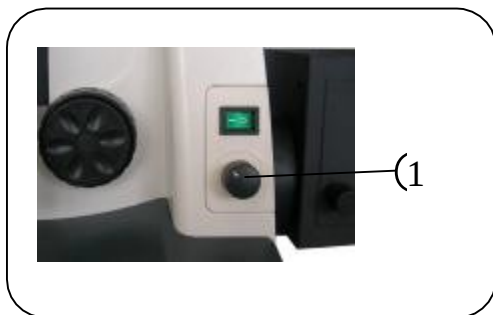
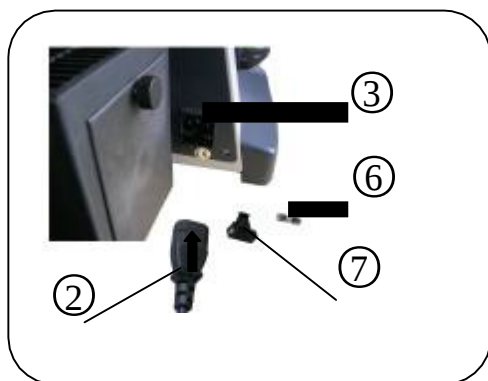
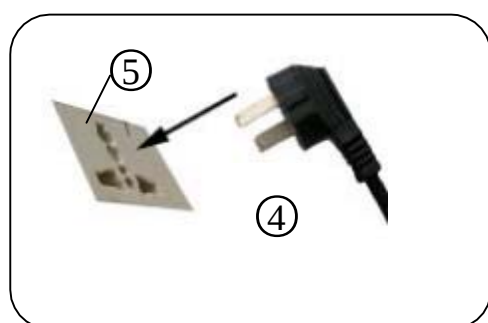

Fig. 21.
Fig. 22.
Fig. 23.
14. Conexión del cable de corriente (Fig. 21. Fig. 22. & Fig. 23)
- 1) Pulse el interruptor ① a la posición "O" (OFF) y tconecte el cable de corriente
- 2) Inserte el enchufe ② en la clavija ③, y asegúrese de que la conexión es buena.
- 3) Inserte el otro extremo del cable ④ en el enchufe de la toma de corriente ⑤
15. Cambio de fusible (fig.22)